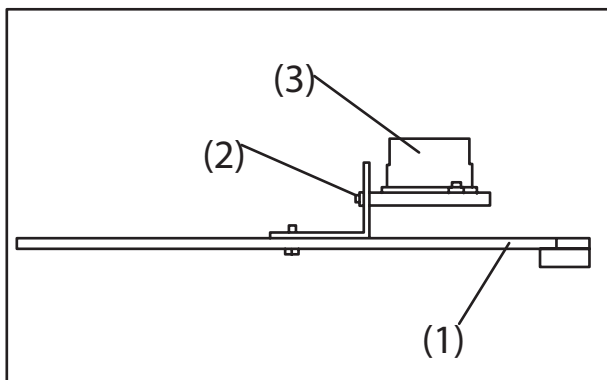
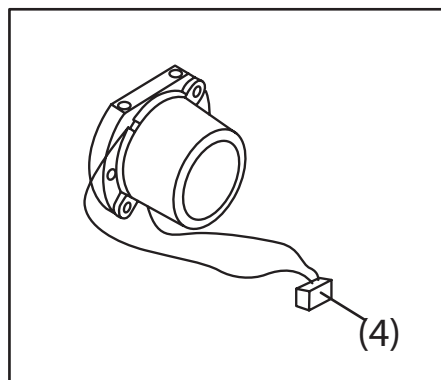

Figura 14.
Figura 15.
- Abra la placa inferior (1) con un destornillador, afloje el tornillo (2) para retirar la lámpara LED (3) (Figura 14) y desconecte el conector (6) de la placa de pruebas. Instale la nueva lámpara LED, apriete el tornillo (2) e inserte completamente el conector (4) (Figura 15) en la placa de pruebas.